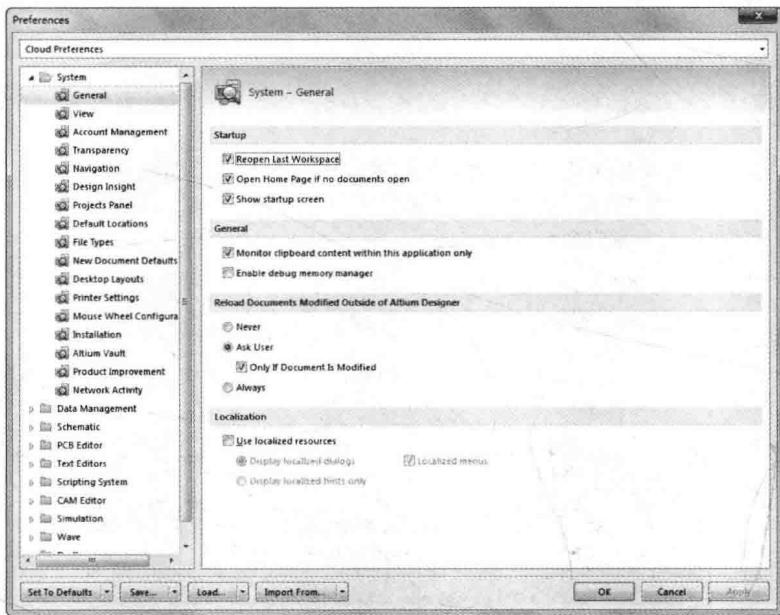

图 1-10 工作状态参数设置对话框
- ① My Account: 我的账户, 用于管理用户协议。
- ② Preferences: 参数设置, 执行该命令弹出如图 1-10 所示对话框, 用于设置 Altium Designer17 的工作状态参数。